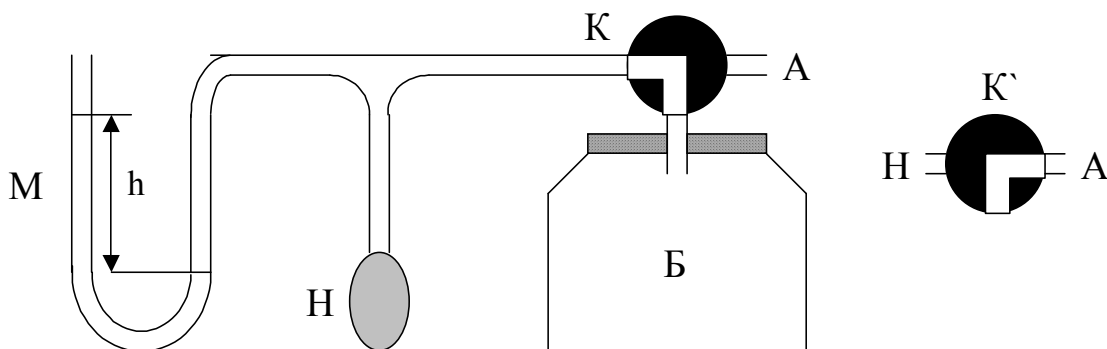
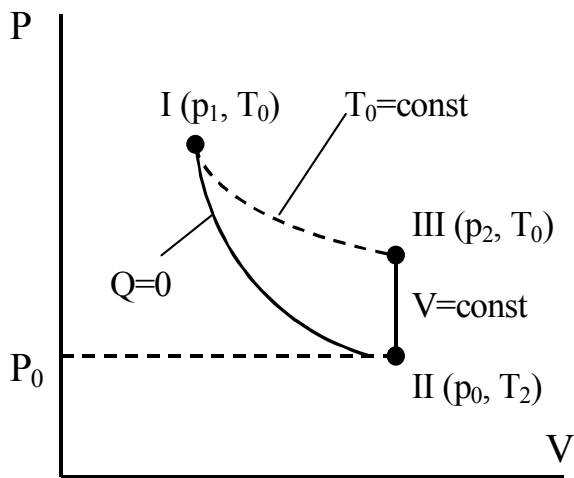

Рис. 2. Схема установки.
Рис. 3. Изменение параметров состояния воздуха в баллоне.
Экспериментальная установка (рис. 2) представляет собой наполненный воздухом стеклянный баллон Б, который с помощью крана К может быть соединен с насосом Н или атмосферой А. Давление в баллоне измеряется водяным манометром М.
Параметры p_1 , T_0 определяют начальное состояние I воздуха в сосуде (рис. 3).
Повернув кран в положение К` (рис. 2), соединим баллон с атмосферой на короткое время, достаточное для того, чтобы давление в баллоне сравнялось с атмосферным (около 1 с); затем вернем кран в положение К. Процесс снижения давления в баллоне I-II (рис. 3) можно считать адиабатическим, поскольку за время открытия крана теплообмен между воздухом в баллоне и окружающей средой практически не успевает произойти (при выполнении лабораторной работы можно убедиться,
Параметры p_0 , T_2 определяют состояние воздуха в сосуде в момент закрытия крана (состояние II на рис. 3). Из (19) следует, что $T_2 < T_0$, то есть температура воздуха в баллоне ниже температуры окружающей среды. Поэтому в закрытом баллоне происходит изохорный процесс с подводом
теплоты II-III (рис. 3). Этот процесс завершается через несколько минут, когда воздух в баллоне нагревается до температуры окружающей среды T_0 , и разность уровней в манометре перестает увеличиваться, достигнув величины h_2 . Соответствующее давление в баллоне находится из уравнения
Параметры p_2 , T_0 определяют конечное состояние III воздуха в баллоне (рис. 3) и связаны с параметрами состояния II (p_0 , T_2) законом Шарля для изохорного процесса:
Расчет изменения энтропии проводится для процесса теплообмена в термодинамической системе, включающей воздух в баллоне и окружающую среду, рассматриваемую как тепловой резервуар бесконечно большой теплоемкости (стенки баллона также относятся к окружающей среде). Изменение энтропии воздуха в баллоне в изохорном процессе II-III (начальная температура T_2 , конечная – T_0 , см. рис. 3) определяется по формуле (15) с учетом (22):
1. Соедините насос с баллоном, повернув кран в положение К (рис. 2), и накачивайте в баллон воздух до тех пор, пока разность уровней в манометре не достигнет 20 - 25 см (при необходимости долейте воду в манометр).
4. На короткое время соедините баллон с атмосферой, повернув кран в положение К' (рис. 2) и примерно через 1 с вернув его в положение К.
7. Для каждого опыта вычислите значение γ по формуле (23), а затем найдите $\bar{\gamma}$.
8. Вычислите теоретическое значение показателя адиабаты γ_T по формуле (12), считая, что воздух состоит из двухатомных молекул.